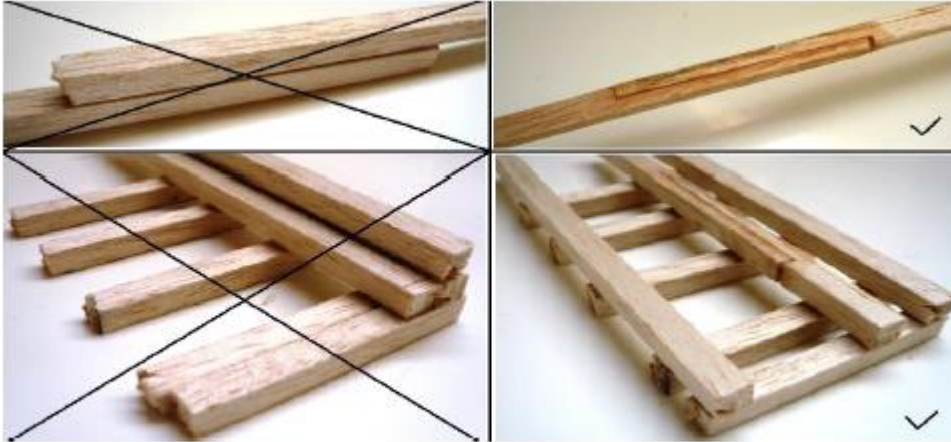
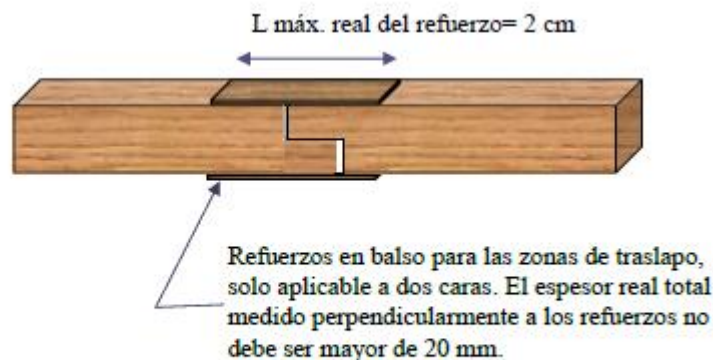

Figura 7. Pegas permitidas en los elementos de balsa
Figura 8. Refuerzos en las zonas de traslapos entre piezas de balsa.
- Balso: la estructura principal del modelo se construye a base de elementos de balso comercial con las siguientes medidas, Varillas de medidas transversales máximas de 15 mm x 15 mm. Estos elementos **NO** se pueden pegar longitudinalmente para conformar miembros estructurales de mayor sección transversal. Para unir elementos longitudinalmente se puede recurrir a traslapos como se muestra en la Figura 7. En la zona de traslapo (unión) se pueden usar elementos de balso como refuerzo que den un sobre ancho máximo de 5 mm a la pieza, estos pueden ser tablillas de balso (ver Figura 8).